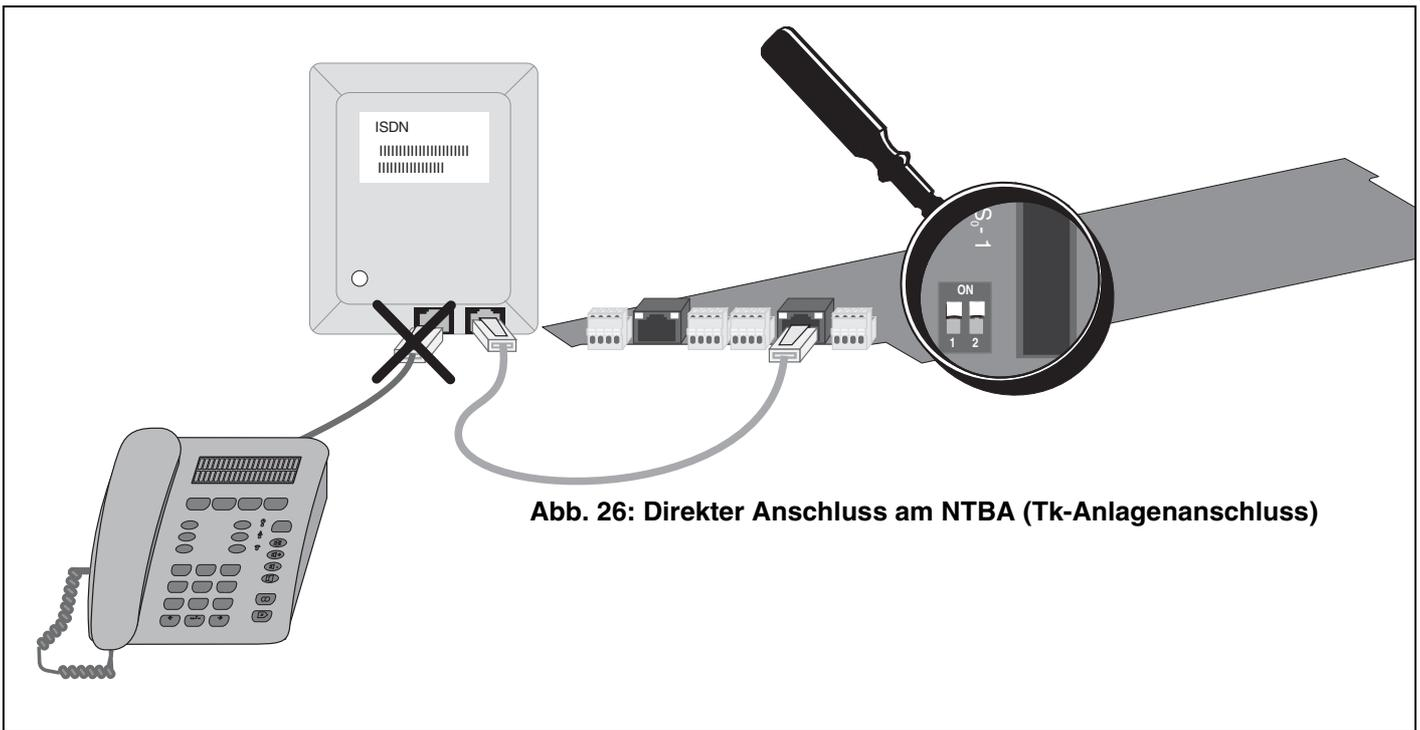

Abb. 26: Direkter Anschluss am NTBA (Tk-Anlagenanschluss)
1. Variante (Abb. 26 auf Seite 23): Befindet sich der NTBA in unmittelbarer Nähe der Tk-Anlage, stecken Sie ein Ende des mitgelieferten ISDN-Kabels in die Westernbuchse des entsprechenden S_0 -Ports am *COMmander 4S₀-Modul* und das andere Ende in eine der IAE-Steckdosen des NTBA. Die Abschlusswiderstände müssen sowohl im NTBA als auch am entsprechenden S_0 -Port der Tk-Anlage eingeschaltet sein.